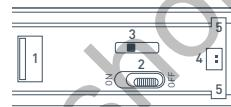

РИС. 3. Задняя панель основного блока датчика
4.1 Перед установкой датчик обязательно нужно зарегистрировать в охранной системе Ajax. Для регистрации датчика необходимо перевести приемное устройство охранной системы Ajax в режим «РЕГИСТРАЦИЯ ДАТЧИКОВ» (как это сделать см. в руководстве к приемному устройству) и переключить выключатель «**»** (РИС. 3) на датчике в положение «ON» (включен). В момент включения исправный датчик должен мигнуть светодиодом! Запрос на регистрацию передается только в момент включения датчика! Если регистрация не прошла – выключите датчик и выдержав паузу в 5 секунд включите его
5.8 Для подключения дополнительного проводного датчика открытия подсоедините его провод к разъему «4» (РИС. 3), а сам провод проденьте в отверстие основного блока, выломав заглушку «5» (РИС. 3) на корпусе. Рекомендуется устанавливать выносной
Для смены батареи поденьте защелку «1» (РИС. 3) и снимите верхнюю крышку датчика. Замените батарею на новую, типа CR123A, соблюдая полярность.